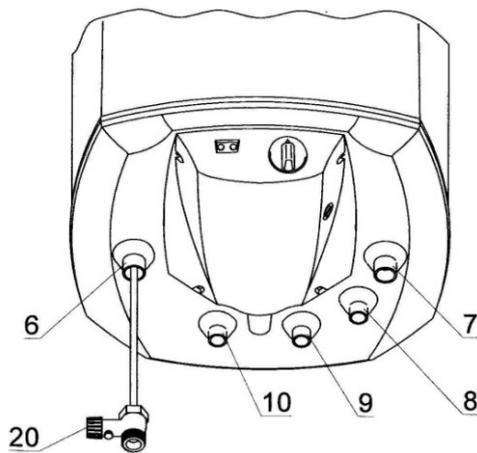

Рис.4 Установка клапана с трубой развоздушивания(20)
В дополнительном предложении ZUG „ELEKTROMET” находится клапан с трубкой развоздушивания, который можно установить в соединительной трубе (6) подачи горячей воды теплообменника (Рис.4). Поставляется с трубкой клапана длиной L=1125 мм (NORDIC 140), для остальных объемов бака следует укоротить, в соответствии с таблицей, и подобрать к длине трубке подачи горячей воды в теплообменнике.